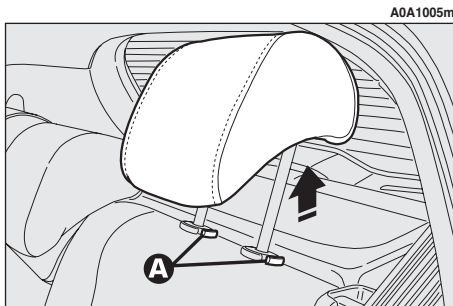

fig. 24
– soulever les appuis-tête jusqu'à la hauteur maxi, appuyer sur les deux poussoirs (**A-fig. 24**) aux côtés des deux supports, puis enlever les appuis-tête en les sortant vers le haut;